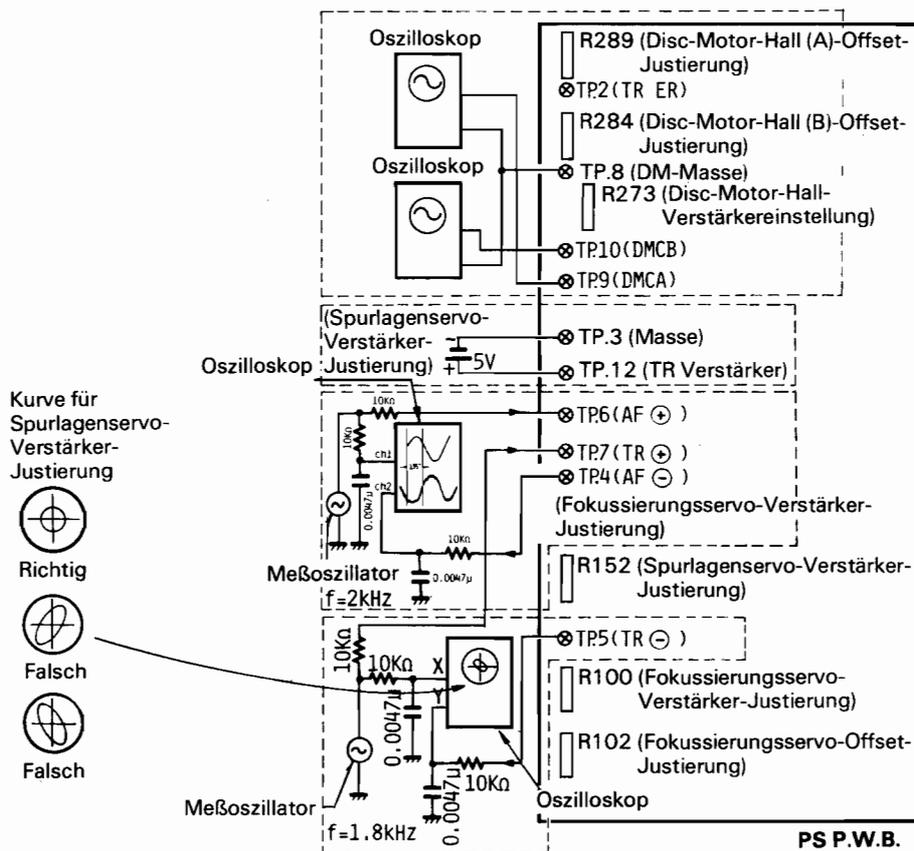

Abb. 28
**(2) Justierverfahren**
- [1] Den Meßoszillator und das Oszilloskop anschließen, wie in Abb. 28 gezeigt.
- [1] Meßoszillator und Oszilloskop anschließen, wie in Abb. 28 gezeigt.
- [5] R152 so einstellen, daß die Oszilloskopkurve wie das richtige Beispiel in Abb. 28 aussieht.